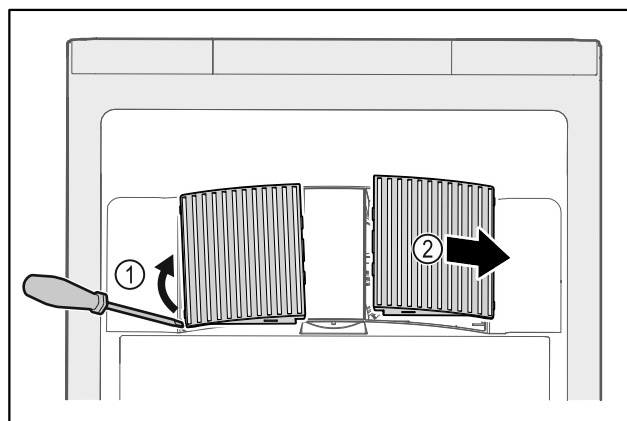

Fig. 147
- ▶ Extraire par un mouvement de levier les caches latéraux Fig. 147 (1) vers l'avant Fig. 147 (2).